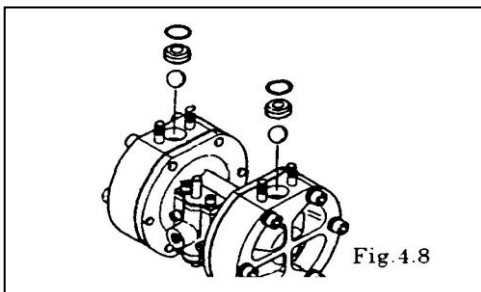

Fig.4.8
- O-ring, Kugel und Sitz herausnehmen. [Fig. 4.8]